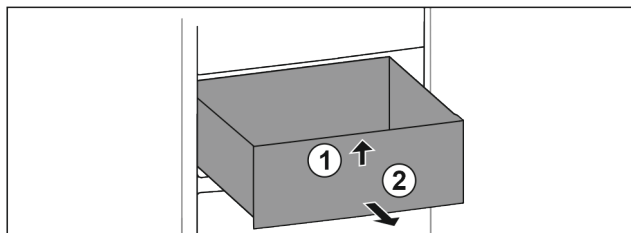

Fig. 34
► Nadvihnite zásuvku vpred. Fig. 34 (1)
► Odoberte zásuvku dopredu. Fig. 34 (2)